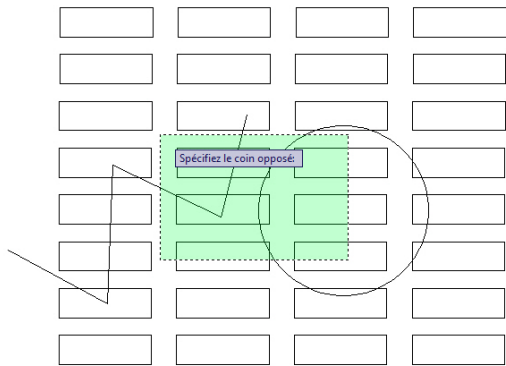

Figure 3.79
2. Sélectionnez l'outil Effacer. Cliquez sur une partie du dessin et déplacez le curseur vers la gauche (voir Figures 3.79 et 3.80).